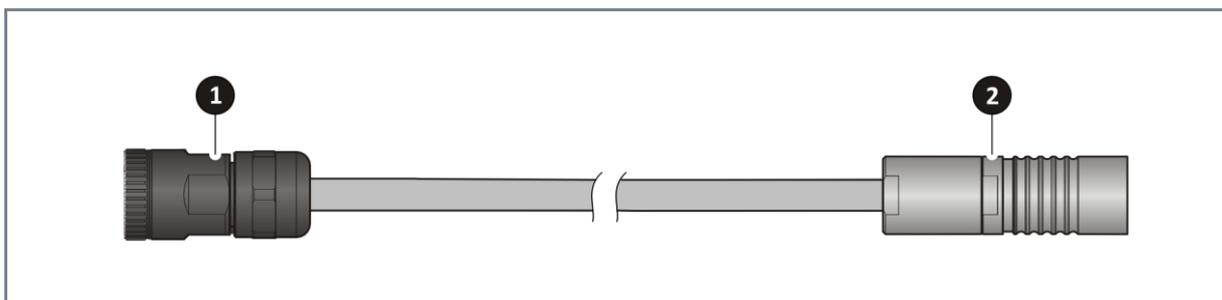

Abb. 7 Controller Cable anschliessen
- ① Steckverbinder DynamicMold® LinQ
- ② Steckverbinder DynamicMold® Controller
2. Achten Sie auf die korrekten Anschlussseiten des Kabels. Der schwarze Steckverbinder (Abb. 7, Pos.1) dient als Anschluss an den DynamicMold® LinQ, der metallfarbene Steckverbinder (Abb. 7, Pos.2) dient als Anschluss an den DynamicMold® Controller.